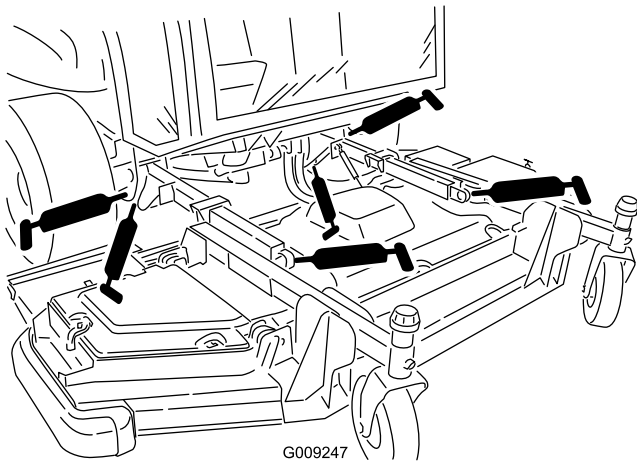

Figura 90
- 2 casquilhos do braço de elevação (Figura 90)
- Duas rótulas de elevação da barra de ligação (Figura 90)
- 2 articulações do cilindro de elevação da plataforma frontal (Figura 90)